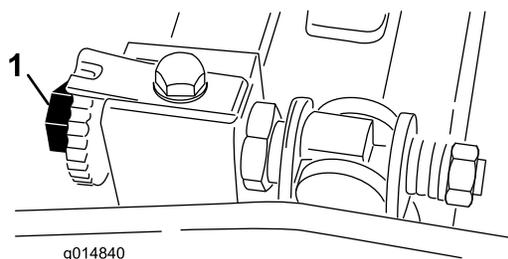

図 39
つゆっくりと)。新聞紙を前から（ベッドナイフの上面に平行に）入れると軽く挟まれ、引き抜くのに少し力が必要な程度に調整する（図 39）。
2. ベッド・バー調整ネジ（図 39）を左に回して、リールと下刃の接触を完全になくす。